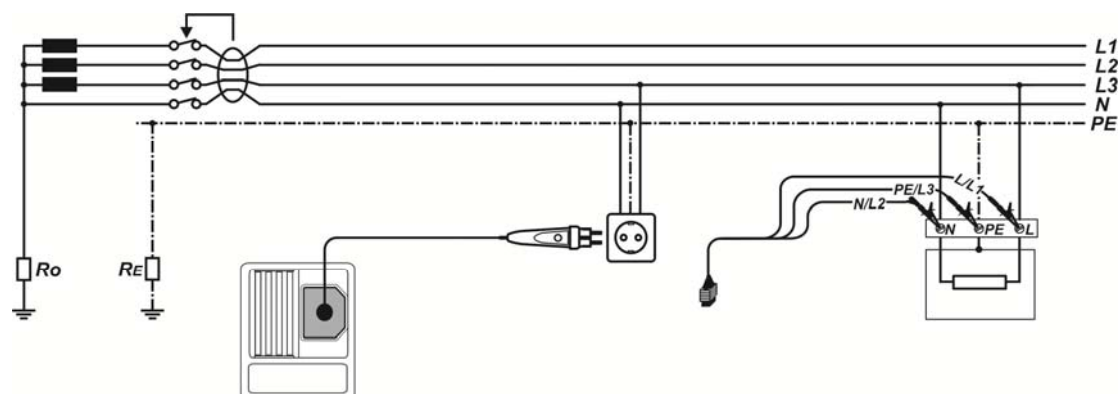

Рисунок 5.13: Подключение щупельного щупа «plug commander» и 3-проводного тестового кабеля
- **Подключите** измерительные щупы к тестируемому устройству (см. Рисунок 5.13: Подключение щупельного щупа «plug commander» и 3-проводного тестового кабеля
- Подключите** измерительные щупы к тестируемому устройству (см. Рисунок 5.13: Подключение штепсельного щупа «plug commander» и 3-проводного тестового кабеля
- Подключите** измерительные щупы к тестируемому устройству (см. *Рисунок 5.13: Подключение штепсельного щупа «plug commander» и 3-проводного тестового кабеля*
<ul style="list-style-type: none"> <input type="checkbox"/> Выберите функцию RCD при помощи кнопок переключателя функций. <input type="checkbox"/> Выберите подфункцию AUTO. Классификация результатов измерения I_{sc} УЗО будет осуществляться одновременно с сохранением. Автоматическая проверка AUTO осуществляются одинаково независимо от выбранной подфункции. Тем не менее, важно выбрать соответствующую подфункцию, чтобы классифицировать правильно результаты измерений для учета в проверочной документации (отчетах об испытаниях). <input type="checkbox"/> Установите тестовые параметры (при необходимости). <input type="checkbox"/> Подключите испытательный кабель к прибору. <input type="checkbox"/> Подключите измерительные щупы к тестируемому устройству (см. Рисунок 5.13: Подключение штепсельного щупа «plug commander» и 3-проводного тестового кабеля <input type="checkbox"/> <input type="checkbox"/> Для проведения испытаний нажмите на кнопку ПРОВЕРКА (TEST). 	Начало испытаний